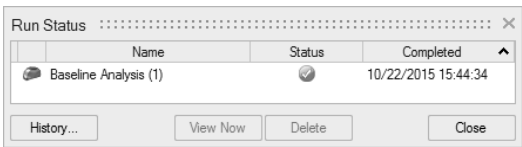

图 8-8
6) 单击 Run 按钮执行分析，弹出运行状态窗口，分析完成后会出现一个绿色勾选标记，如图 8-8 所示。